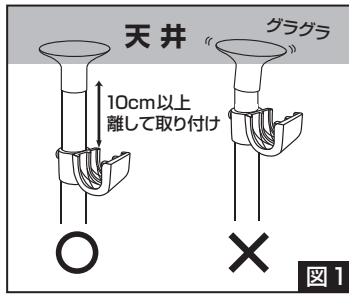

図1
7. 各パーツは天井から10cm以上離して設置してください。(図1参照)